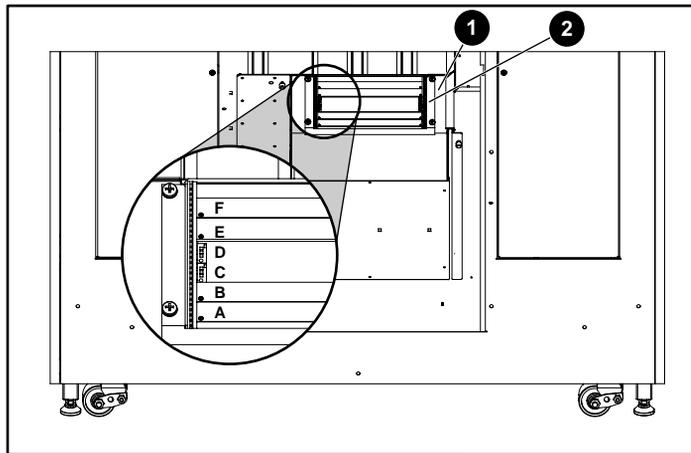

図8: 拡張ケージをインストールする
4. 拡張ケージをPCIバックプレーン上のガイドピンに合わせて電子ベイに差し込みます。拡張ケージがしっかりと固定されるまで、ケージの両側を均等に押し込んでください（図8を参照）。